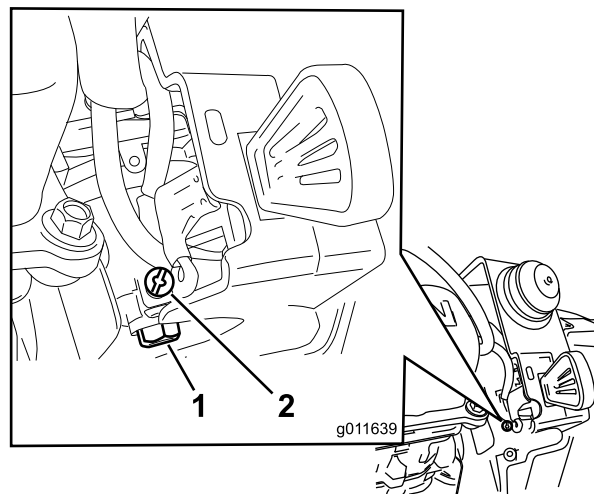

Рисунок 30
- В. Вывинчивайте, но не вынимайте, маленький винт на боковой стороне топливного стакана карбюратора (Рисунок 30) до тех пор, пока топливо не начнет вытекать из карбюратора. Храните топливо в штатной емкости.